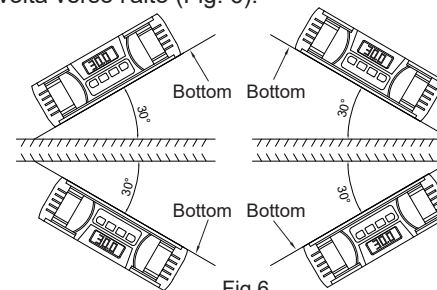

Fig.6
8. Lo strumento può essere utilizzato in 4 orientamenti, il display si capovolge quando la parte inferiore è rivolta verso l'alto (Fig. 6).